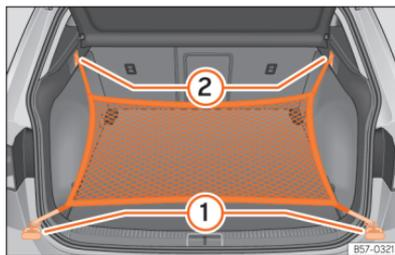

Fig. 175 Na bagageira: argolas ① e ganchos ② para fixar o saco de rede.
- Fixe os ganchos curtos da rede nas argolas de fixação »»» **Fig. 175** ① »»» ⚠. O fecho de correr do saco deve ficar voltado para cima.
- Fixe as fitas nos ganchos para prender sacos ②.